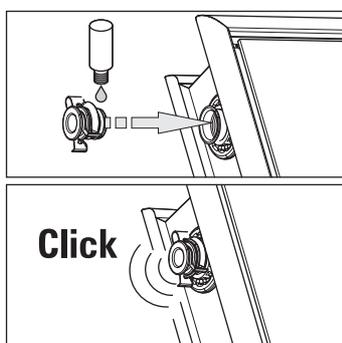

Figura 3-42 Fase di lavoro 4
4. Lubrificare le guarnizioni circolari dei tappi con lubrificante. Inserire i tappi nelle curve di collegamento dei collettori ancora aperte finché le graffe di fissaggio non si innestano (Figura 3-42).